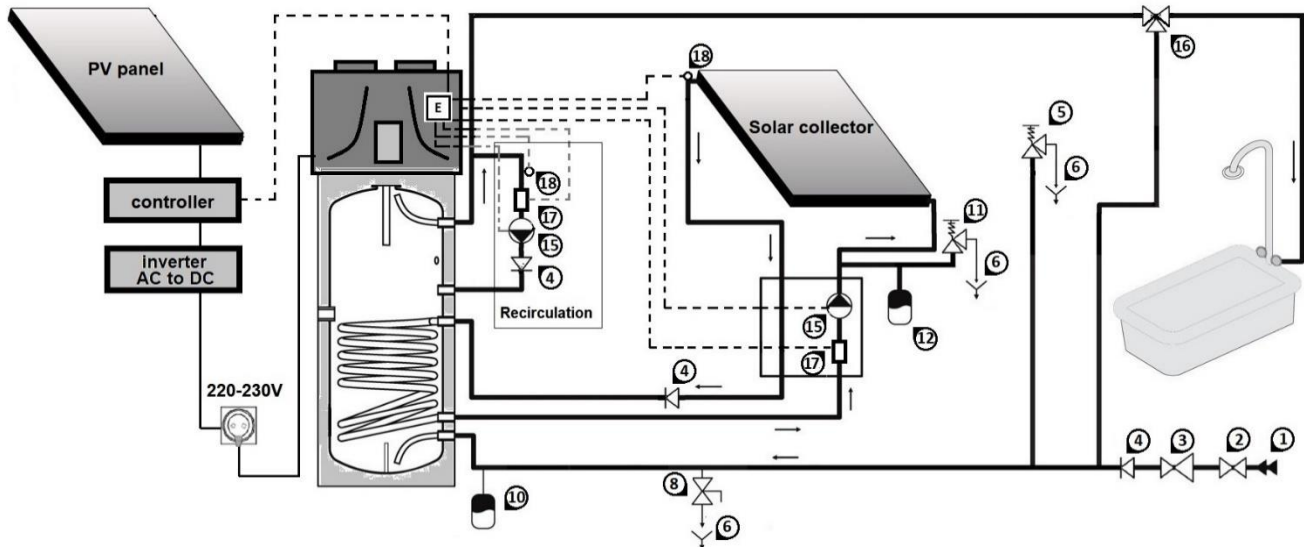
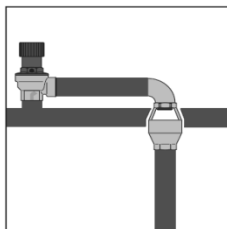

Fig. 8 Conexão ao abastecimento de água e ao coletor solar
Fig. 8a
A ilustração a seguir (Fig. 8) mostra um exemplo de conexão a um abastecimento de água.
- O instalador do sistema deve instalar uma válvula de segurança de 8 bar no tubo de entrada da água fria (Fig. 8).
NOTA: A válvula de segurança deve ser aberta manualmente regularmente para evitar acúmulo de calcário e/ou obstrução (Fig. 8).
NOTA: O tubo de drenagem 6 (Fig. 8) na válvula de segurança deve ser instalado com uma inclinação descendente contínua e num local onde esteja protegido de congelamento. É obrigatório o uso de um sifão especial (Fig.8a)!
ATENÇÃO! A bomba de calor para água quente sanitária é capaz de aquecer a água a mais de 60°C. Para proteção contra combustão, recomenda-se instalar um misturador termostático automático 16 (Fig. 8) na saída de água quente
Encha o depósito de água ao abrir a torneira de entrada 2 (Fig. 8) e a torneira de água quente na sua casa de banho. O depósito de água está cheio quando apenas água sem ar flui pela torneira de água quente. Verifique se há fugas nas vedações e conexões. Aperte os parafusos ou conexões sempre que necessário.